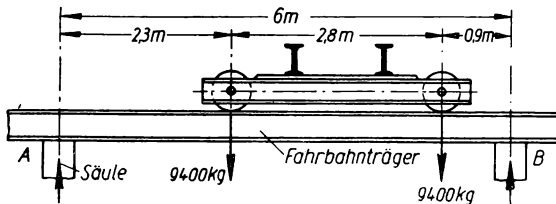

Bild 150
**284.** Die beiden Laufräder am Kopfende eines Laufkrans haben 2,8 m Mittenabstand und üben je 9400 kg Raddruck auf den Fahrbahnträger aus (Bild 150). Letzterer ist in Abständen von 6 m auf Säulen gelagert. Welche senkrechten Belastungen übt der Laufkran in der gezeichneten Stellung auf die Säulen *A* und *B* aus?